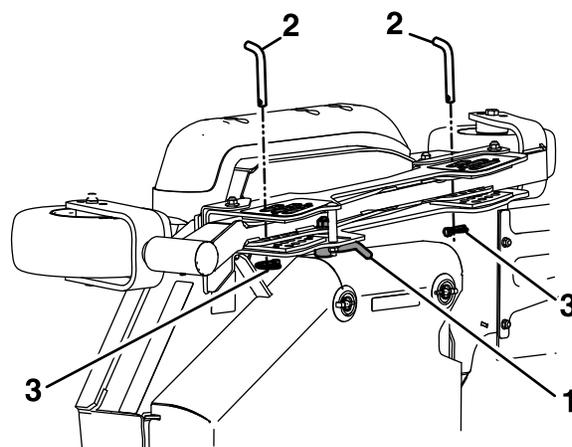

Рисунок 77
3. Разблокируйте кулачковые зажимы левой и правой боковых дек (Рисунок 77).
4. Снимите и сохраните строп высоты скашивания боковых дек (Рисунок 77).